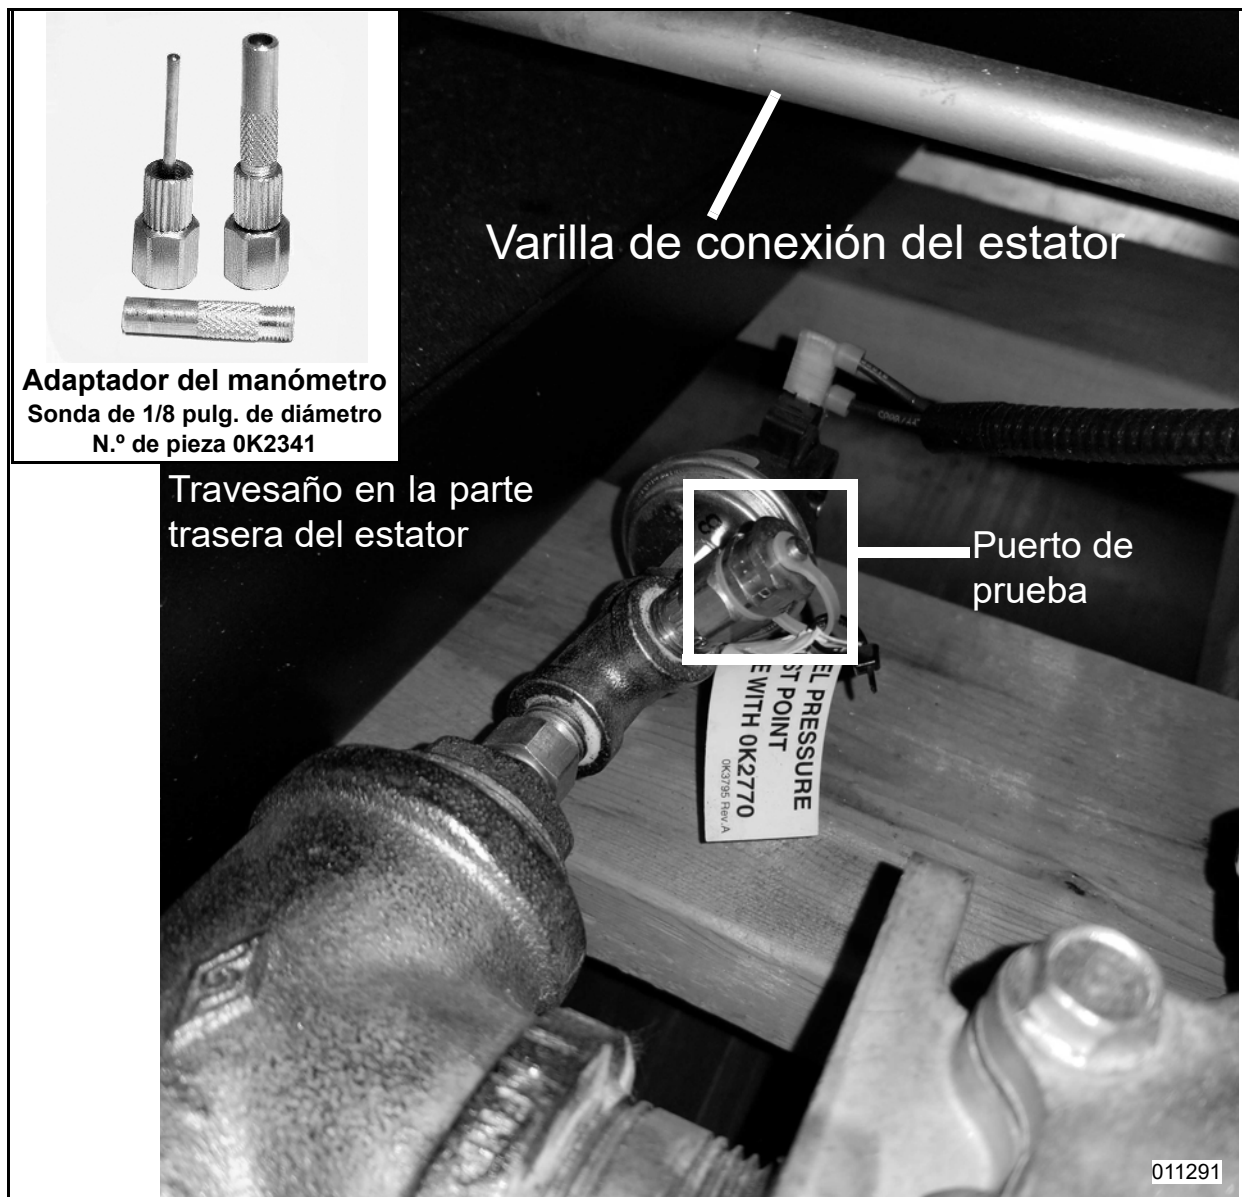

Figura 4-5. Punto de prueba de presión del combustible
1. Consulte la *Figura 4-5*. Con un medidor o un manómetro de agua, mida la presión del combustible hacia el generador en el puerto de prueba ubicado en las válvulas de cierre de solenoide del combustible.